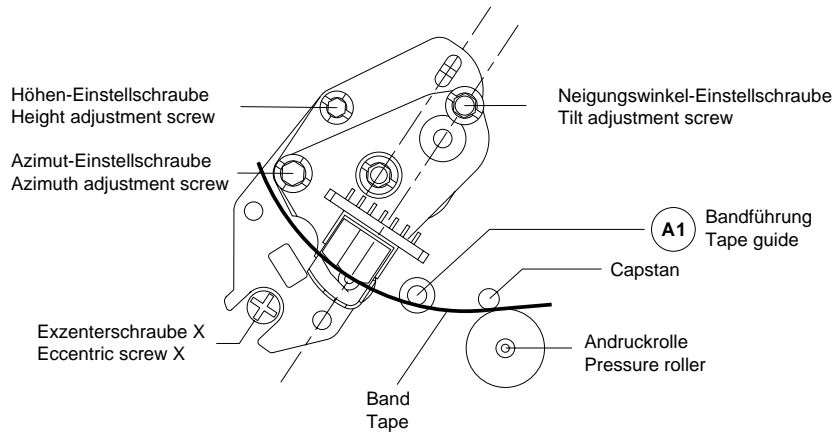

Fig. 25
- Mit der Schraube für den Neigungswinkel (Fig. 25) die Bandunterkante gut auf die Bandführung "A1" aufsetzen (das Band darf nicht an der Unterkante eingerollt sein).
- By means of the tilt adjustment screw (Fig. 25) move the tape until the lower edge just touches the tape guide "A1" (the lower edge of the tape must not bend).
- Mit der Höheneinstellschraube maximale Ausgangsspannung einstellen (Fig. 25).
- Mit der Azimuteinstellschraube auf maximale Ausgangsspannung einstellen (Fig. 25).
- Adjust for maximum output voltage with the height adjustment screw (Fig. 25).
- Adjust to maximum output voltage with the azimuth adjustment screw (Fig. 25).
- Mit der Exzentrerschraube X (Fig. 25) das Trackingsignal "TRIV" auf Maximum stellen (DC-gekoppelt).
- With the eccentric screw X (Fig. 25) adjust the "TRIV" tracking signal to maximum voltage (DC-coupling).